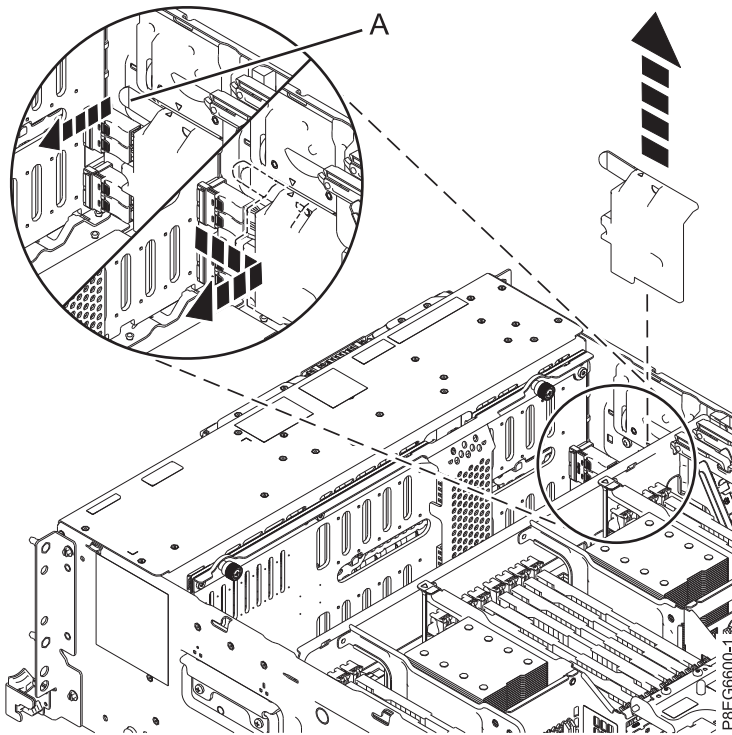

Abbildung 1. Abdeckung für SAS-Kabel ausbauen
3. Entfernen Sie das vordere SAS-Kabel von der Abdeckung. Fassen Sie den Griff **(A)** an und ziehen Sie ihn von der Seite des Systems weg. Schieben Sie anschließend die Abdeckung zur Rückseite, um sie ausbauen zu können (siehe Abb. 1).